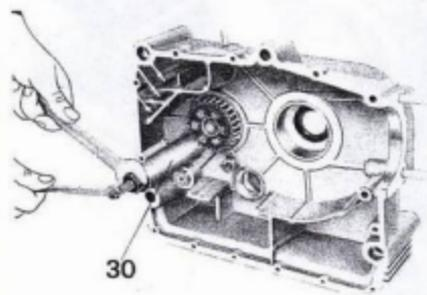

Abb. 20
- das Nadellager für die Sekundärwelle mittels des entsprechenden Werkzeugs Nr. 10912400 (30 aus Abb. 20).